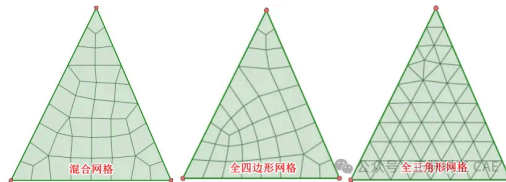

图6 三种面网格类型
(1) 首先是单元形状控制【Element shape】，由三种形式：四边形为主【Quadrilateral Dominant】、四边形【All Quadrilateral】和全三角形【Triangle】，如图6所示。